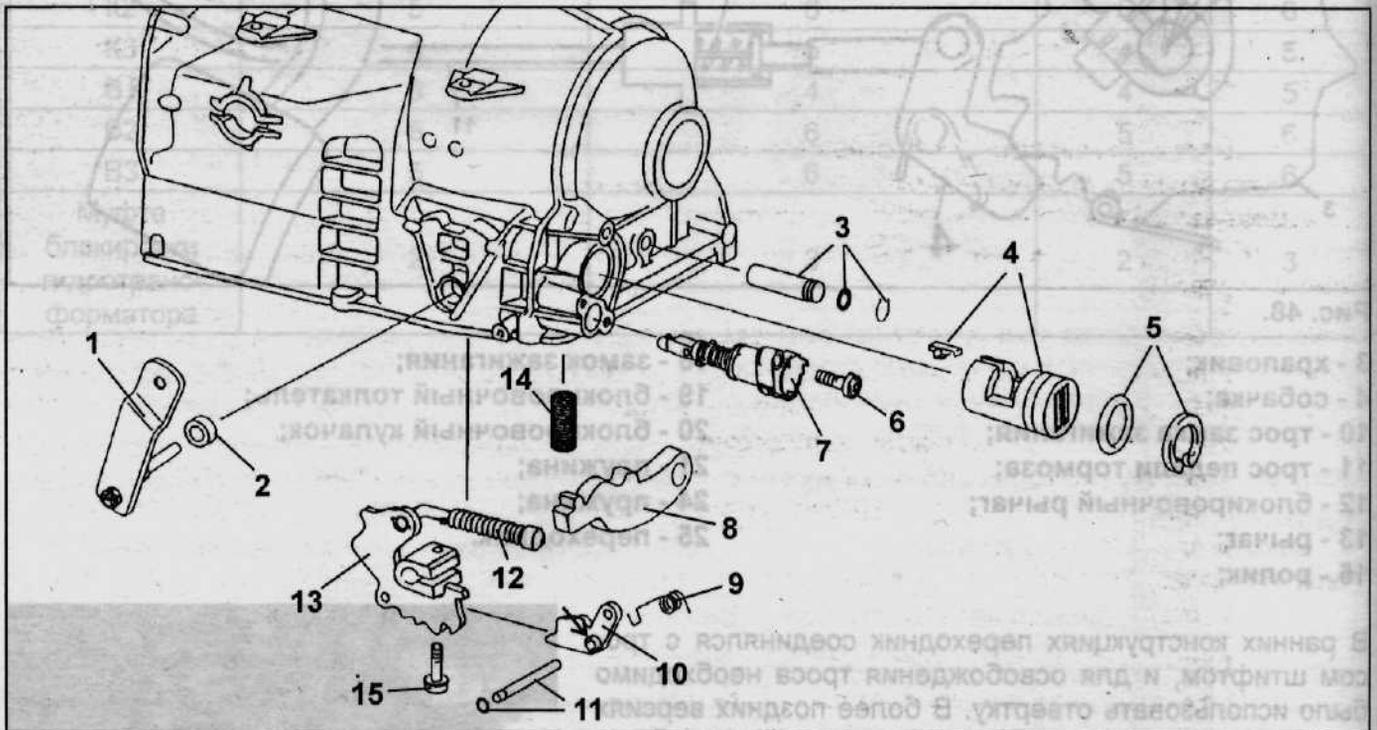

Рис. 52.
Удалите из картера храповик (13) (рис. 52) и конусную тягу (12), отвернув для этого болт (15) и рычаг механизма выбора диапазона (1). Затем, аккуратно удалите ось (11) и одновременно с ней пружину (9). Затем выкрутите болт (6). Выдвиньте переходник (7) из картера приблизительно на 25 мм и собачку (10) и удалите собачку (10) из картера. Замените переходник и соберите механизм в порядке, обратном его разборке.